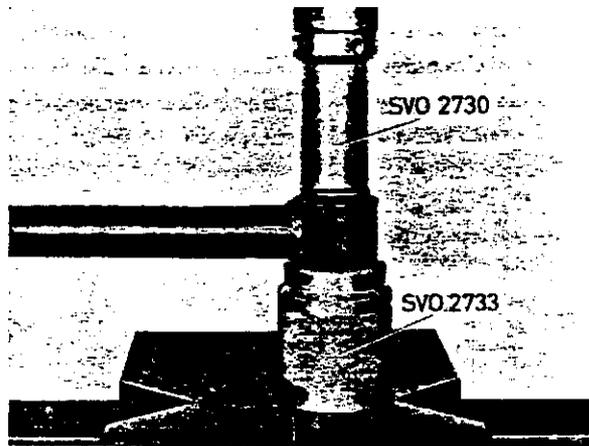
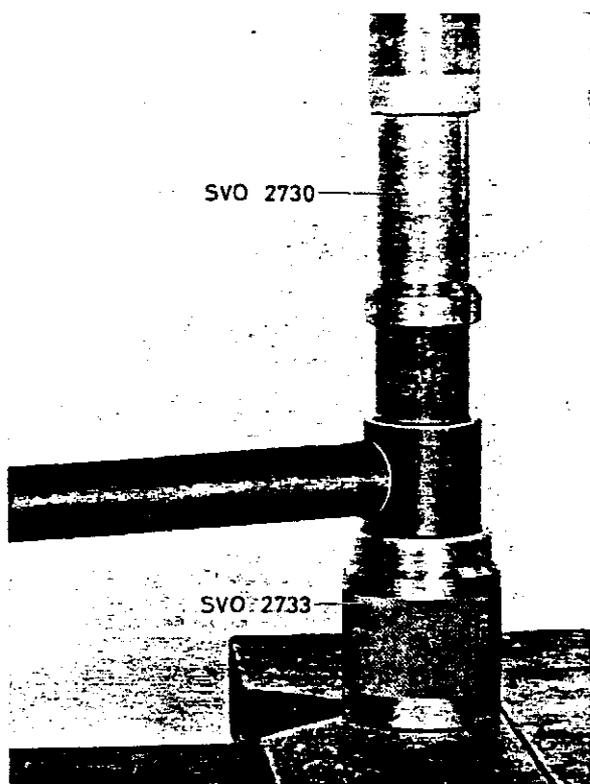
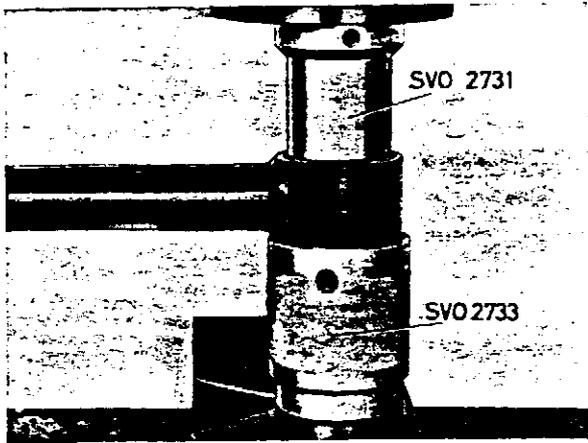

Abb. 15
Abb. 16
Abb. 19
4. Buchse mit dem dünnen Ende des Werkzeuges SVO 2730 austreiben (siehe Abb. 15).
5. Mit dem dicken Ende des gleichen Werkzeuges wird die neue Buchse eingepreßt (siehe Abb. 16).
4. Die vordere Buchse mit Dorn SVO 2730 her auspressen und dabei SVO 2733 als Gegenhalter verwenden (siehe Abb. 15).
5. Die Buchse wird mit gleichem Werkzeug entspr. Abb. 16 eingepreßt.
Die vordere Buchse wird mit dem Dorn SVO 2730 aus- und eingepreßt. Als Gegenhalter wird das Werkzeug SVO 2733 benutzt (siehe Abb. 15 und 16).
Die Längslenkerbuchsen (siehe Abb. 15 und 17) kommen in zwei verschiedenen Ausführungen vor. Die frühere Ausführung, eine zylinderförmige Blechmantel-Gummibuchse wird mit SVO 2730 ausge-
preßt, wobei SVO 2733 als Gegenhalter benutzt wird (siehe Abb. 15). Diese Buchsen werden mit dem gleichen Werkzeug entspr. Abb. 16 eingepreßt.
Werkzeug SVO 2733 als Gegenhalter (siehe Abb. 15). Wie aus Abb. 16 hervorgeht, geschieht das Einpressen mit den gleichen Werkzeugen. Beim Auspressen der linken Buchse werden Dorn SVO 2731 und Gegenhalter SVO 2733 benutzt (siehe Abb. 19).